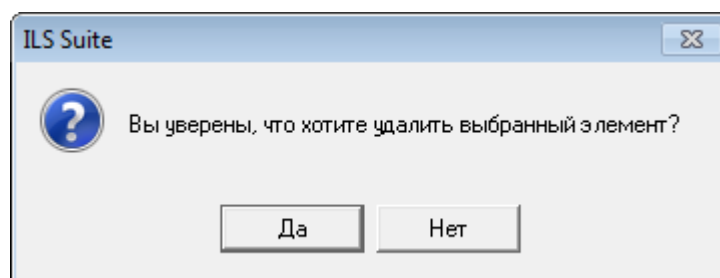

Рис. 10-316 – Диалоговое окно
4) Нажать кнопку «Удалить» панели «Правка» (рис. 10-316).